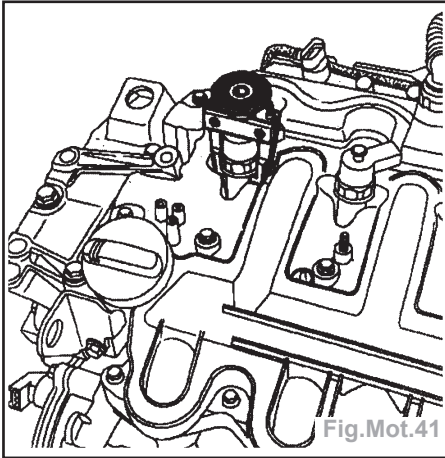

Fig.Mot.41
- Mettre en place l'extracteur sur un porte-injecteur (Fig.Mot.41).